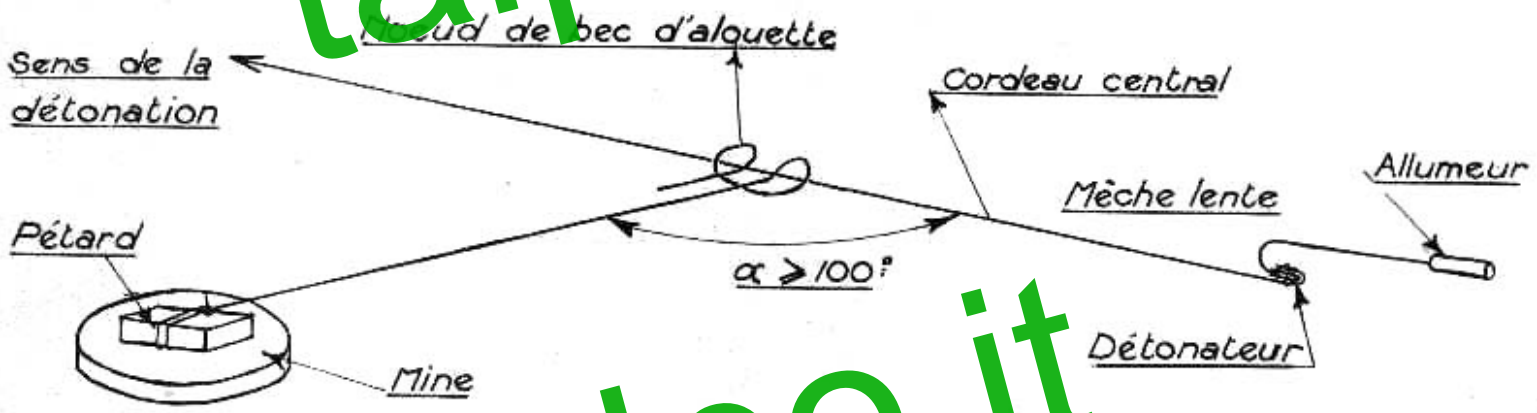

Fig:3
- 3°- Présenter un pétard sur chacune des mines. Les entourer de cordeau détonant avec 2 1/2 clefs à capeler et relier leurs autres extrémités au cordeau central par un noeud en bec d'aigle. Le en donnant aux deux cordeaux un angle supérieur à 100° dans le sens de propagation de la détonation (fig.3 et 4).